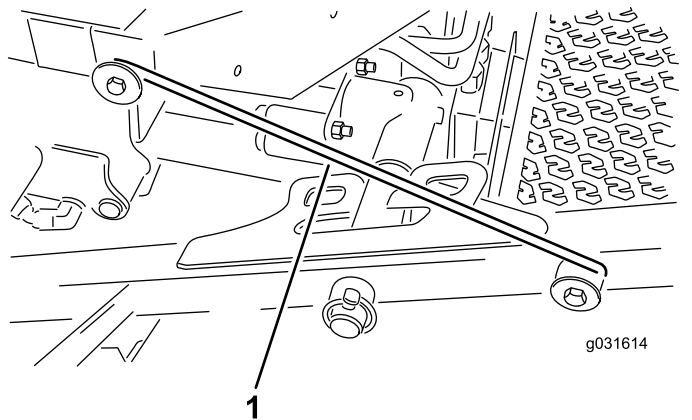

图 31
4. 从承载架固定器上松开门锁杆图 31。
5. 提升前滚刀组的外侧并将门锁放置到安装在操作员平台前部的机架销上图 31。